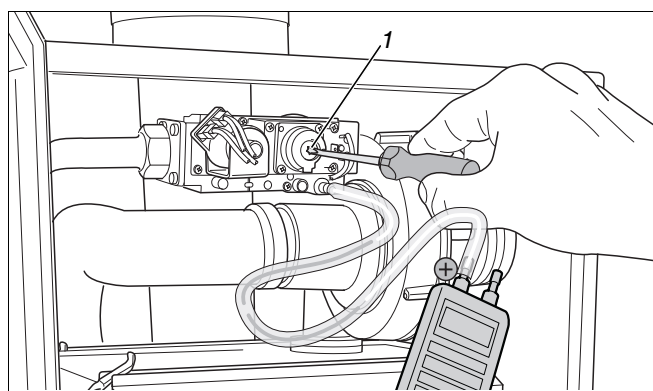

Рис. 83 Установка соотношения газа и воздуха
- При отклонении соотношения газ/воздух отрегулировать его с помощью установочного винта (Torx 40 Н) (рис. 83, поз. 1). Установочный винт находится за винтом крышки (Torx 40 Н).